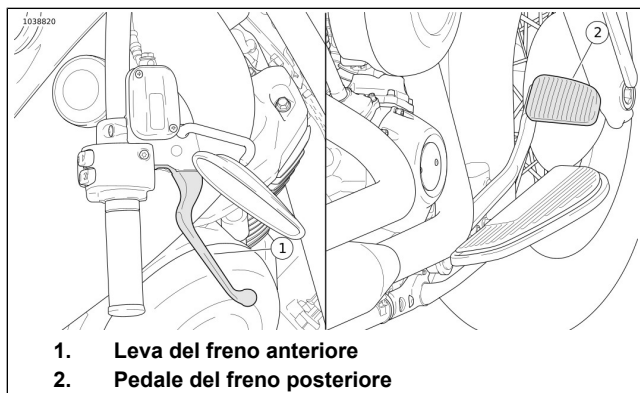

Figura 31. Comandi dei freni
Vedere Figura 31 . La leva del freno anteriore (1) aziona il freno della ruota anteriore. La leva del freno si trova sul semimanubrio destro. Azionare la leva con le dita della mano destra.
Vedere Figura 31 . Il pedale del freno posteriore (2) aziona il freno della ruota posteriore. Il pedale del freno si trova sul semimanubrio destro. Azionare il pedale del freno posteriore con il piede destro.